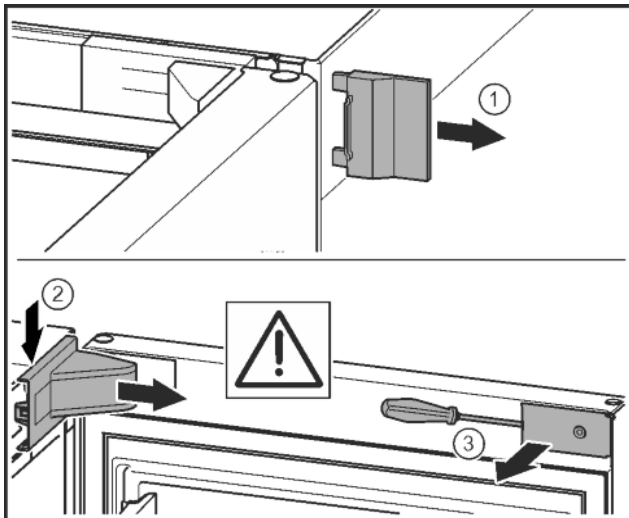

Fig. 7
- Vegye le a külső fedelet. Fig. 7 (1)
- Pattintsa ki és oldja ki a csapágybak fedelét. Vegye le a csapágybak fedelét. Fig. 7 (2)
- Hornyoltfejú csavarhúzóval pattintsa ki a lemezt, és fordítsa oldalra. Fig. 7 (3)